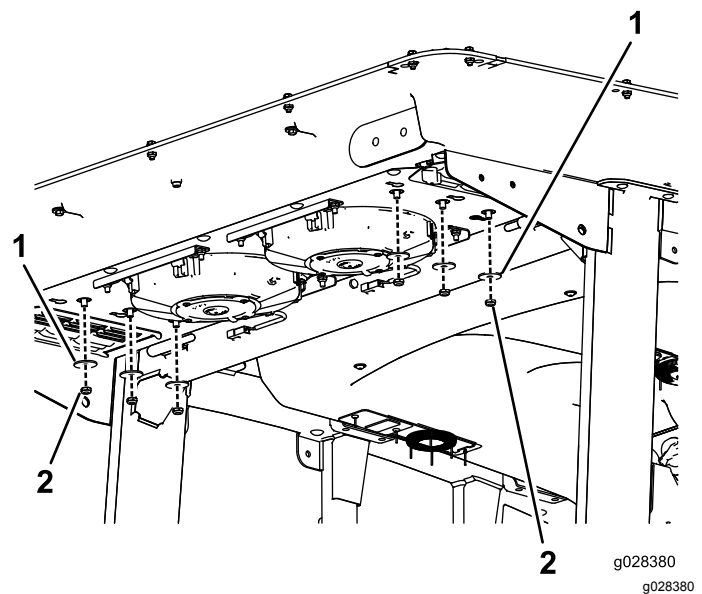

Figura 124
2. Retire as seis porcas e anilhas da parte inferior da traseira da cabina (Figura 124).